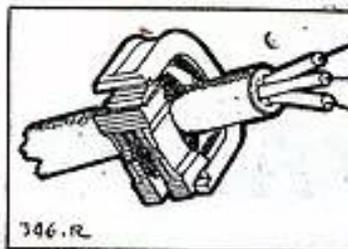

Fig. 17.
- La partie mâle crénelée est fixée à la paroi par une tête de clou ou de vis. Elle comporte une gorge qui reçoit le câble (fig. 17);